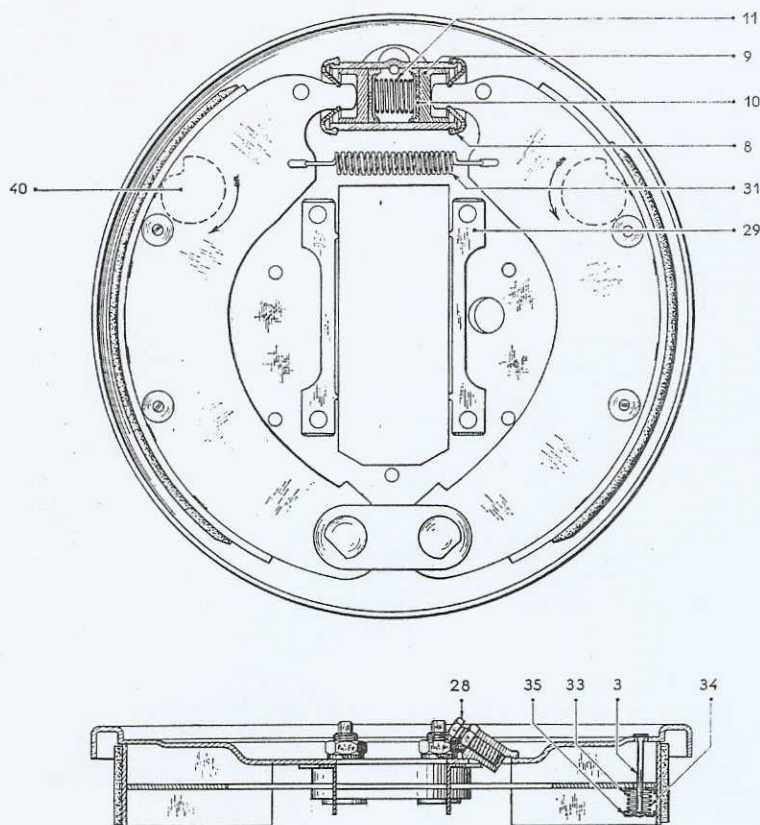

Fig. 30. — Ensemble de plateau de frein AV
- Présenter un plateau de frein sur une fusée (la position de chaque plateau sur l'essieu se reconnaît par la position de la vis de braquage qui doit se trouver à l'arrière de l'essieu). Placer les cache-poussière (29) (fig. 30) serrer les vis de fixation du plateau et les freiner.
● Faire tourner le tambour à la main manœuvrer la came de réglage (40) dans le sens indiqué (fig. 30), pour amener le segment au contact du tambour, manœuvrer la came en sens inverse pour libérer le tambour. Rapprocher à nouveau le segment jusqu'à ce que la garniture frotte légèrement (ne jamais terminer le réglage en ramenant en arrière le segment de frein) (Le segment doit être réglé le plus près possible du tambour, pour ré-